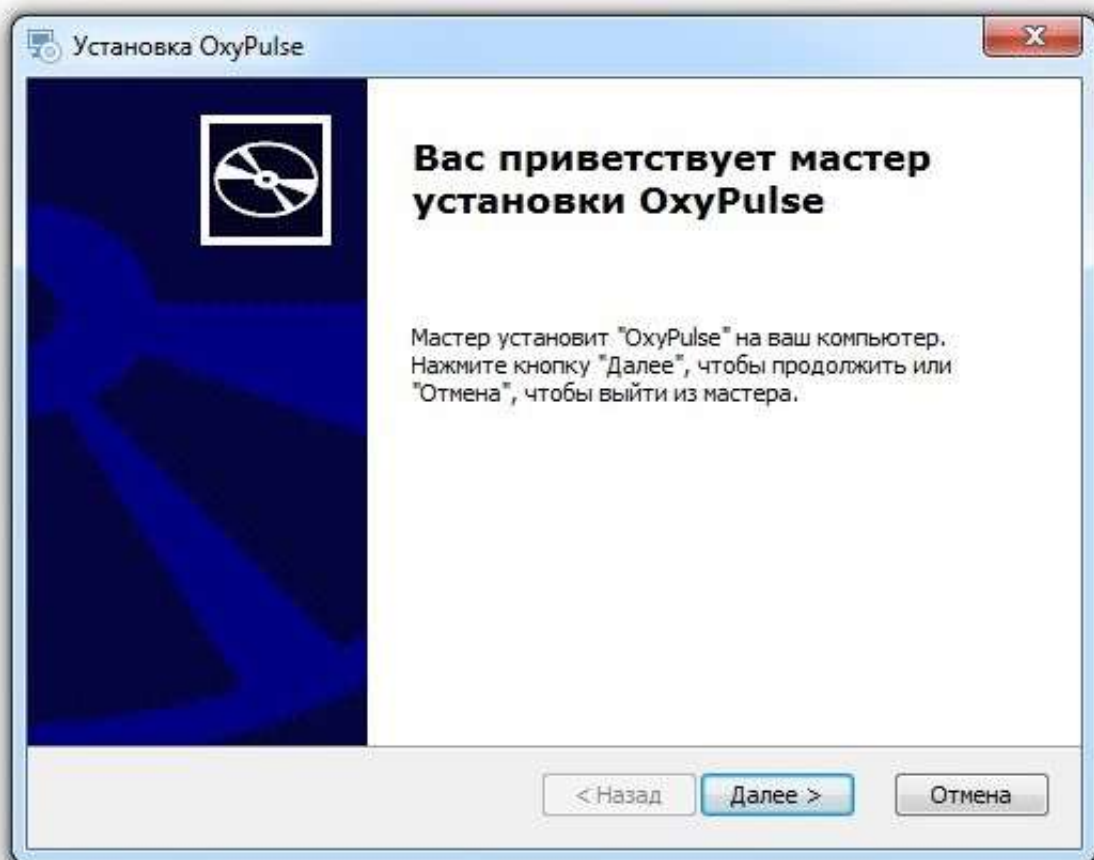

Рисунок 3.3 – Программа установки. Окно приветствия
3.4.1.5 Для установки ПО служит утилита «OxyPulse x.y.z.exe», запуск которой позволяет в интерактивном режиме выполнить установку необходимых компонент ПО (рисунок 3.3).
3.4.1.6 Для начала установки ПО нажмите двойным кликом мыши на установочный файл. Появится окно приветствия (рисунок 3.3). Нажать кнопку «Далее».